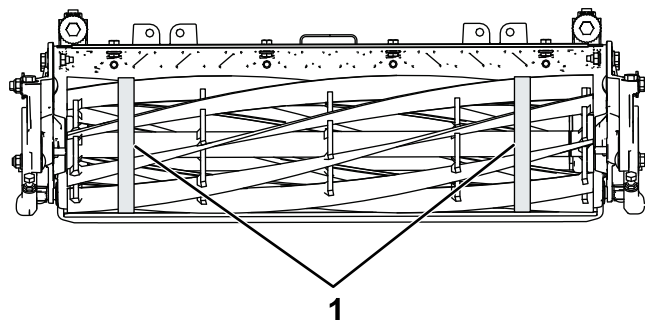

図 28
3. リール外径測定用テープを使用して、リールの左右両端での直径を測定する 図 28 左右の測定値の差が 0.250 mm 未満であれば適正とする。差がこれよりも大きい場合には、研磨を行って真の円筒に戻す。